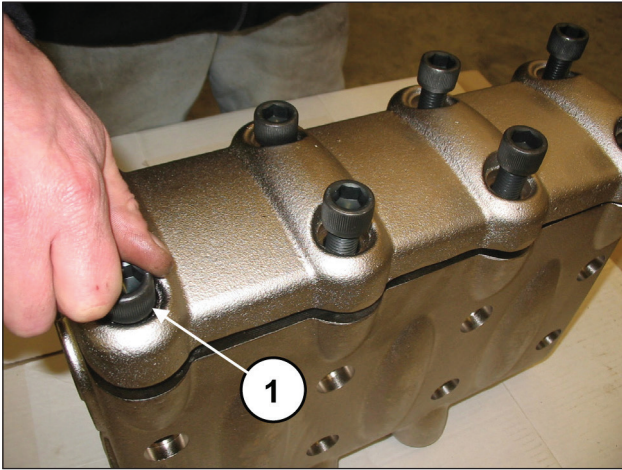
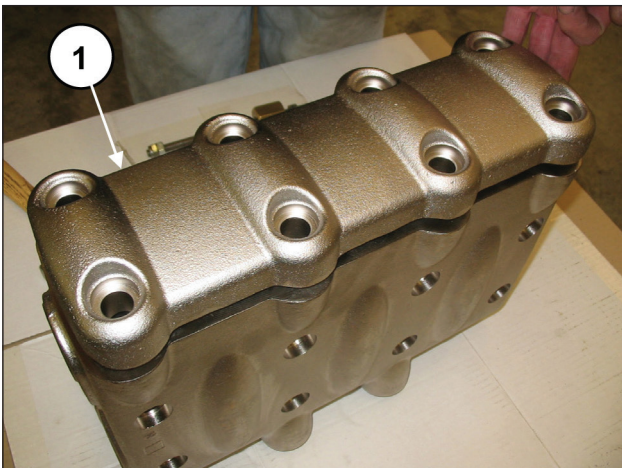

Abb. 88
Abb. 89
Lösen Sie die 8 Schrauben M16x55 des Ventildeckels (Pos. ①, Abb. 88) und nehmen Sie den Deckel ab (Pos. ①, Abb. 89).